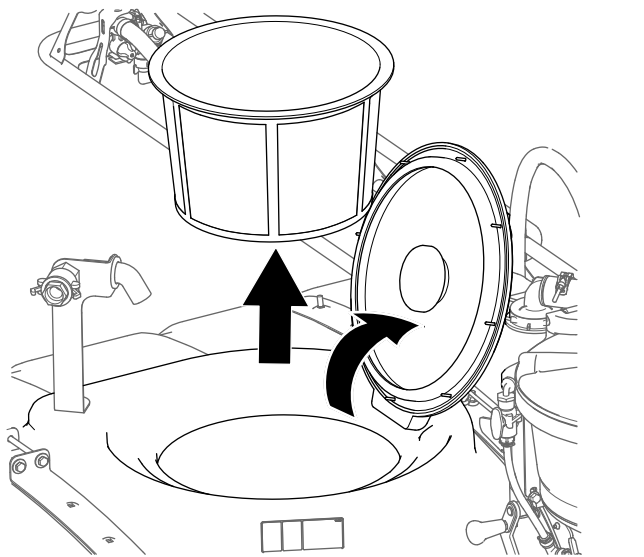

Figure 26
1. Ouvrez le couvercle de la cuve du pulvérisateur et déposez le filtre panier (Figure 26).